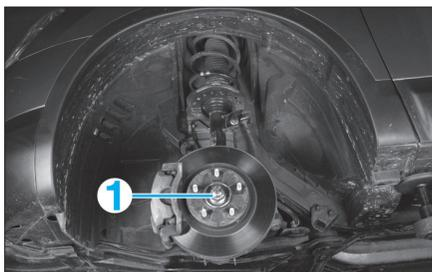

Fig. 15
- la goupille de maintien de l'écrou de transmission (1) (Fig.15),
- l'écrou de transmission (1),